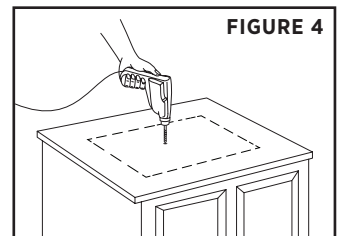

FIGURE 4
Confirm that the template mark on the vanity lines up with the sink. Then, make a clearance hole anywhere near the cut-out line on the inside and then cut out the portion within the cut-out line **(FIGURE 4)**.
*Confirmez que la marque de gabarit sur le meuble-lavabo soit alignée avec le lavabo. Percez ensuite un trou de dégagement à un endroit près de la ligne de découpage à l'intérieur du diamètre, puis découpez l'encastrement en suivant la ligne de découpage **(FIGURE 4)**.*